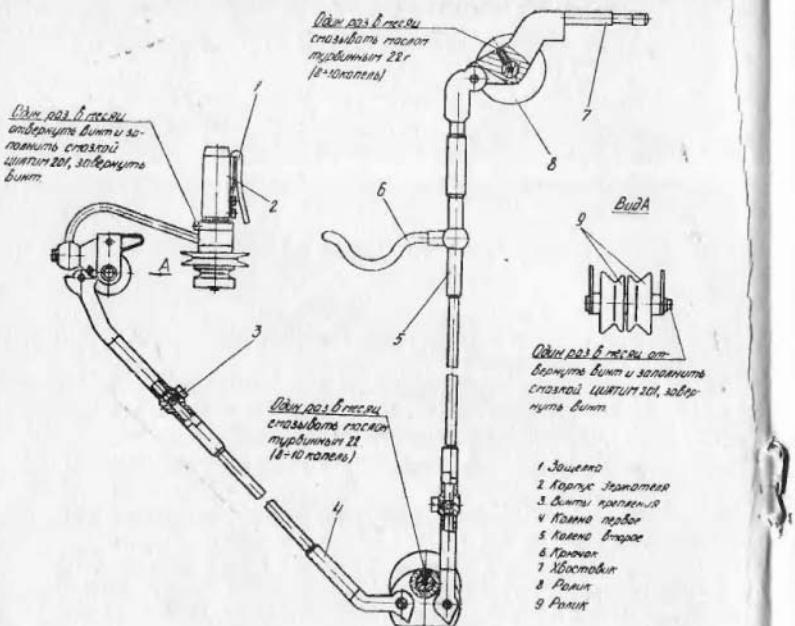

Рис. 4.
7.5. В процессе эксплуатации раз в месяц оси роликов и держатель наконечника жесткого рукава необходимо смазывать согласно рис. 4. Оси роликов стойки бормашины смазываются аналогично роликам рукава жесткого.